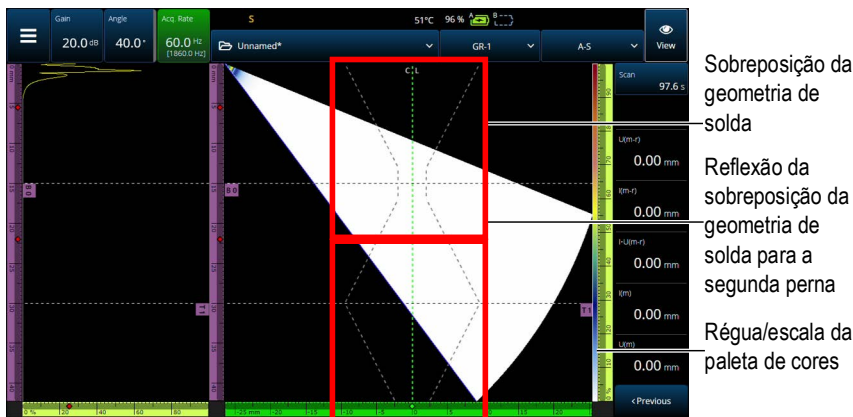
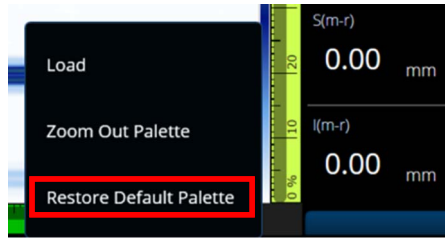

Figura 2-57 Exemplo de uma sobreposição de geometria de solda de offset em V
Figura 2-61 Restaurar paleta padrão
Se sua peça inspecionada incluir uma sobreposição (soldagem ou personalizada), você pode alternar a visibilidade da sobreposição. A sobreposição é um desenho da geometria da solda ou do desenho selecionado sobreposto na visualização do S-scan. Este recurso pode ajudá-lo a visualizar onde as indicações estão localizadas em relação à geometria da peça ou da solda (Figura 2-57 na página 112). A reflexão da sobreposição (para levar em conta a segunda perna, terceira perna, etc.) pode ser ligada/desligada no menu **Menu > Display > Overlay > Multiple Legs** (menu > tela > sobreposição > várias pernas).
- ◆ Toque e segure a régua/escala da paleta de cores (mostrada no lado direito da Figura 2-57 na página 112) e depois selecione **Load** (carregar). Revise as paleta de cores disponíveis e toque em **Open** (abrir) para mudar a paleta (Figura 2-60 na página 116).
- ◆ Pressione e segure a régua/escala da paleta (mostrada no lado direito da Figura 2-57 na página 112) e selecione Restore Default Palette (restaurar paleta padrão) (consulte a Figura 2-61 na página 117).